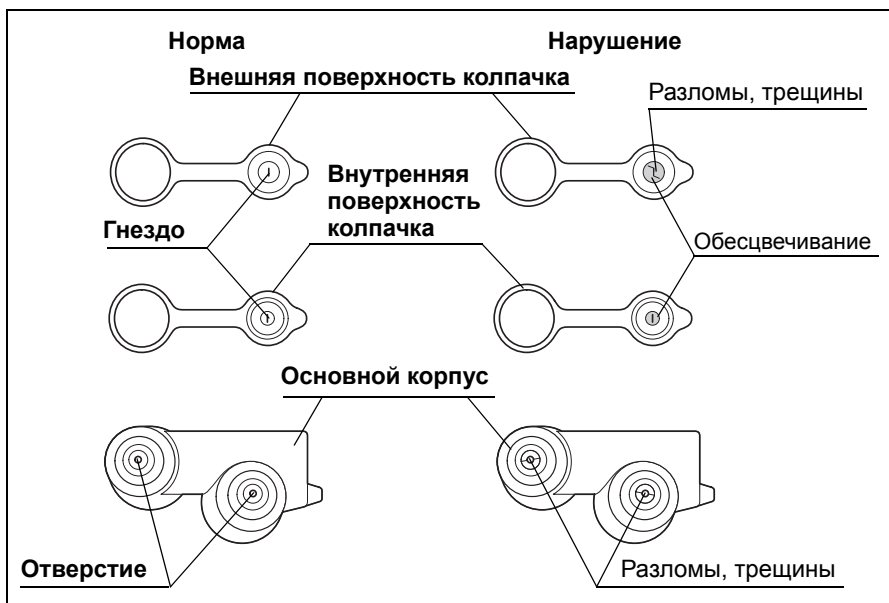

Рис. 3.7
1. Убедитесь в том, что гнезда на колпачках и отверстия на основном корпусе не имеют разломов, трещин, деформаций, обесцвечивания и других повреждений (см. Рис. 3.7). Также проверьте рычаг переключения аспирации на наличие деформации или других повреждений.